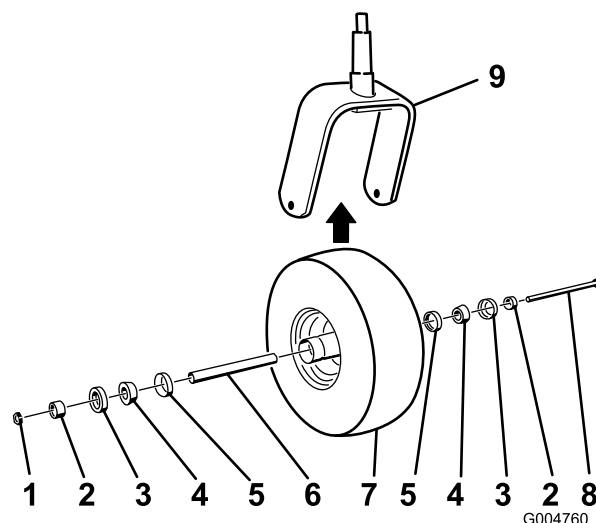

Figura 52
2. Togliete il dado di bloccaggio dal bullone che fissa la rotella orientabile alla forcella (Figura 52).
5. Montate la rotella orientabile premendo i cuscinetti conici e gli schermi, lubrificati con grasso, nel mozzo della ruota, posizionata come illustrato nella Figura 52.